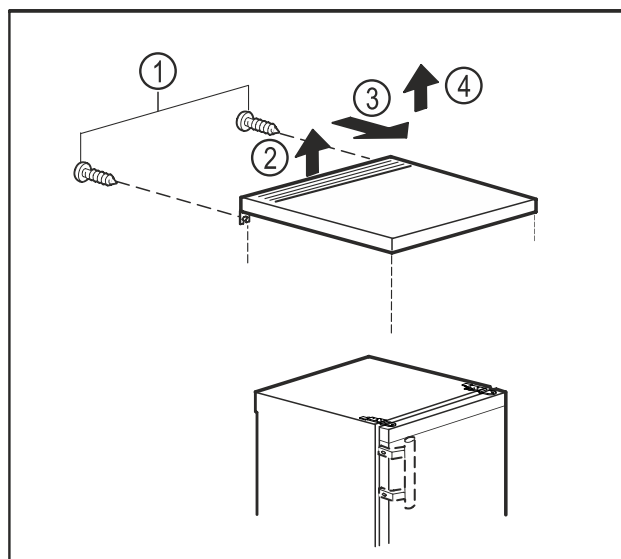

Fig. 6
- ▶ Retirer les vis à l'arrière. *Fig. 6 (1)*
- ▶ Soulever le plateau de la table à l'arrière. *Fig. 6 (2)*
- ▶ Pousser le plateau de la table vers l'avant. *Fig. 6 (3)*
- ▶ Soulever le plateau de la table vers le haut. *Fig. 6 (4)*